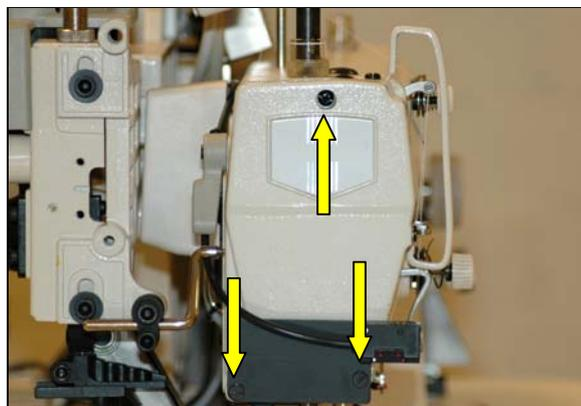

Figure 35 Démontage de la plaque frontale
- ▶ Dévisser les 3 vis de la plaque frontale (Figure 35).
- ▶ Basculer la machine en arrière, à environ 3 cm à droite à côté de la pince se trouve la vis de réglage (Figure 35).